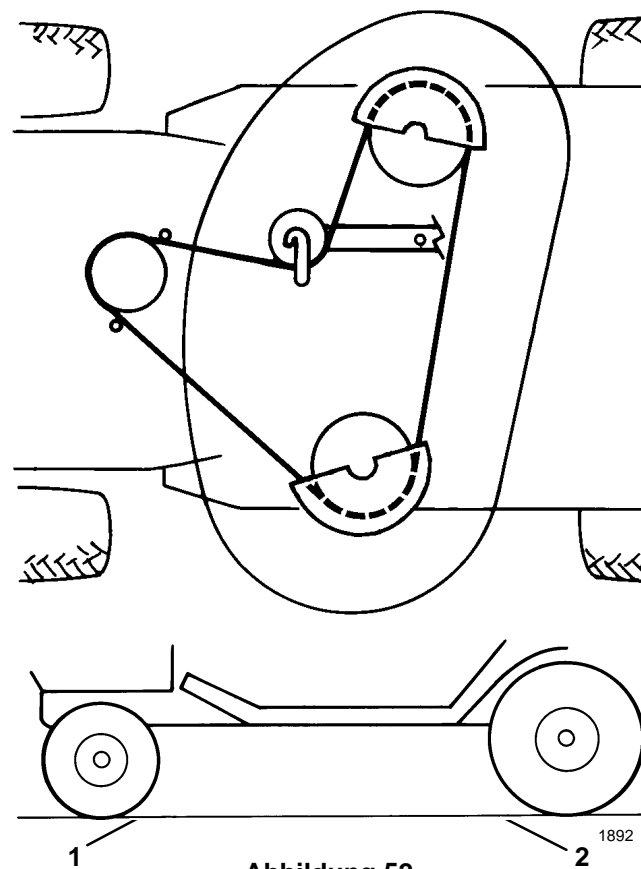

Abbildung 52
4. Zur Kontrolle der Neigung in Längsrichtung den Abstand zwischen Mähwerkunterseite (vordere Mitte und hintere Mitte) und der flachen Oberfläche messen (Abb. 52). Wenn die Vorderseite des Mähwerks mehr als $3/16''$ (4,7 mm) tiefer liegt als die Hinterseite, ist eine Einstellung erforderlich.